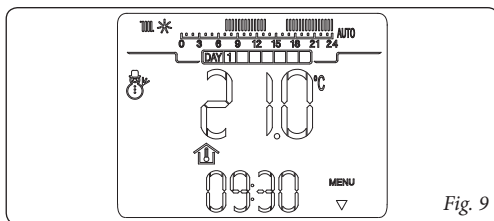

Fig. 9
- **Modalità inverno** (🔥). In modalità inverno la caldaia è abilitata per il riscaldamento ambienti. In inverno il CRONO 7 può funzionare in modo automatico o manuale per la descrizione del funzionamento vedi capitolo 5. Sul display viene visualizzato il giorno e l'ora corrente, la temperatura ambiente e la barra oraria con la programmazione giornaliera del timer riscaldamento unitamente ai relativi simboli (fig. 9).